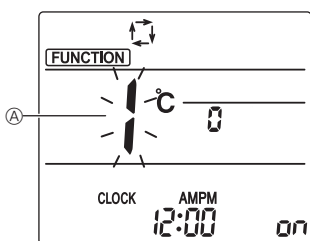
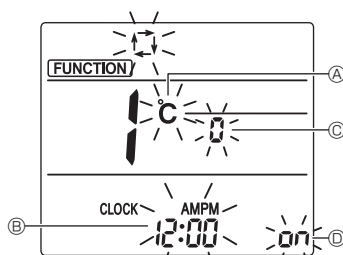

Fig. 6-10
Fig. 6-11
1. Pulse el botón [] ① para detener el acondicionador de aire.
2. Pulse el botón MENU ②.
- Se mostrará la pantalla de configuración de funciones y parpadeará el n.º de función Ⓐ. (Fig. 6-10)
- Pulse el botón ⬆ ④ para cambiar el n.º de función.
3. Compruebe que se muestra la función N.º "1", y luego pulse el botón [SET] ③.
- Se visualizará la pantalla de configuración de la visualización. (Fig. 6-11)